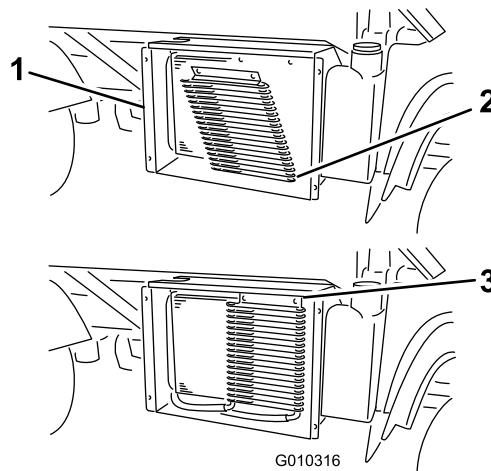

Figura 53
- Se estiver equipado, rode as patilhas e incline o refrigerador de óleo afastando-o do radiador (Figura 53).